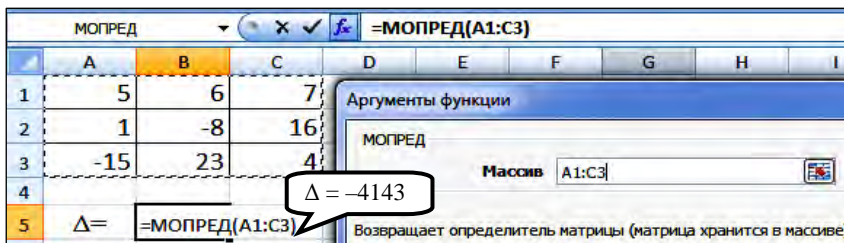

Рис. 7.5. Нахождение определителя матрицы
**МОПРЕД(матрица)** – вычисление определителя матрицы с равным количеством строк и столбцов. Следует установить курсор в любой ячейке и в *Мастере функций* выбрать функцию МОПРЕД. В аргументах этой функции указать диапазон исходного массива и для завершения нажать клавишу *OK* (рис. 7.5).